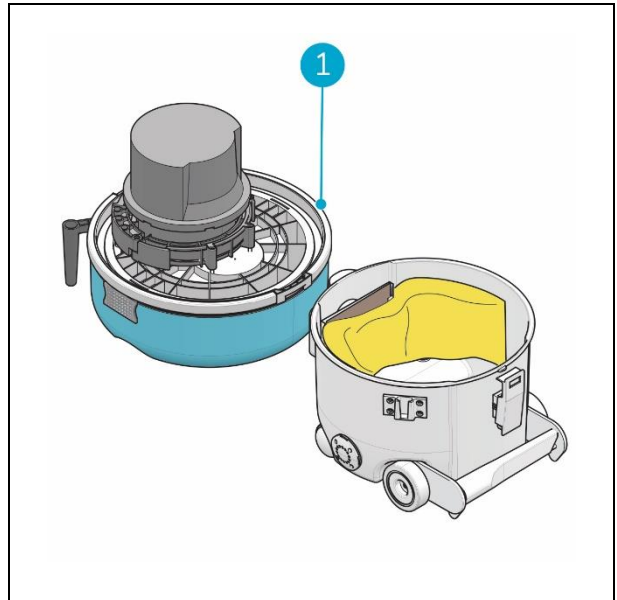

Figure 11
5. Placez le capot à l'envers sur une surface plane (fig. 11, pos. 1).